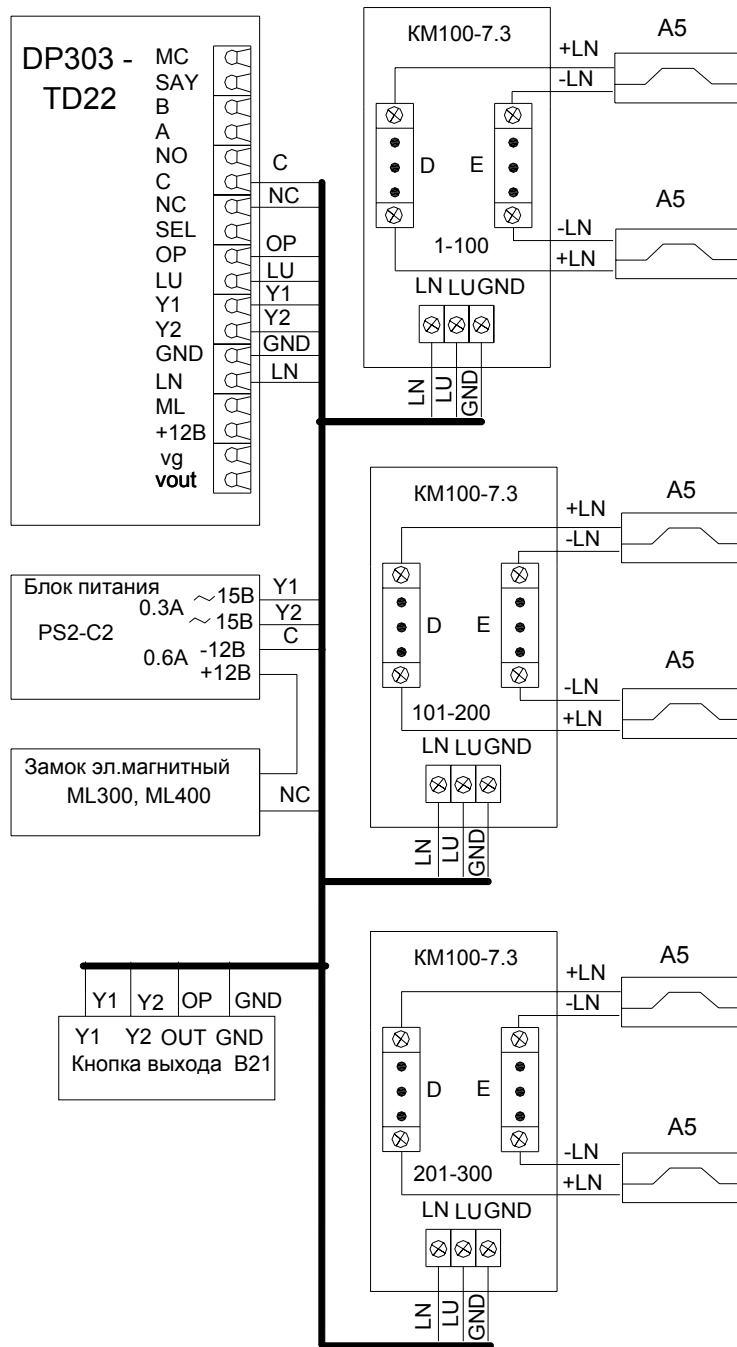

Рис.3 Пример схемы подключения DP303-TD22 в составе домофонного комплекса.
- "занято" – показывает, что разговорная линия занята другим блоком вызова, параллельно подключенному к данному блоку вызова (см.рис. 3)
Блок вызова соединяется с остальными блоками системы согласно приведенной монтажной схеме (рис.3).
Блок питания подключается к замку и блоку вызова согласно приведенной монтажной схеме (рис.3). Блок питания и коммутатор имеет специальные клеммные колодки для подключения проводов с соответствующими обозначениями. Для подключения блока питания к сети 220 В **обязательно(!)** должна быть установлена розетка.
С абонентскими пультами коммутатор соединяется согласно приведенной монтажной схеме (рис.3) по двум десятипроводным шинам, проложенным в стояке
Пульт подключается к соответствующим проводам (клемма «+» пульты к шине десятков D0..D9 коммутатора, клемма «-» к шине единиц E0..E9 коммутатора). Схема соединений блоков комплекса приведена на рис.3.
Электромагнитный замок подключается к блоку питания и к блоку вызова согласно схеме на рис.3. Цепи коммутации электромагнитного замка в блоке вызова содержат схему размагничивания. При подключении следует соблюдать полярность напряжения, указанную на схеме, во избежание выхода из строя блока вызова.